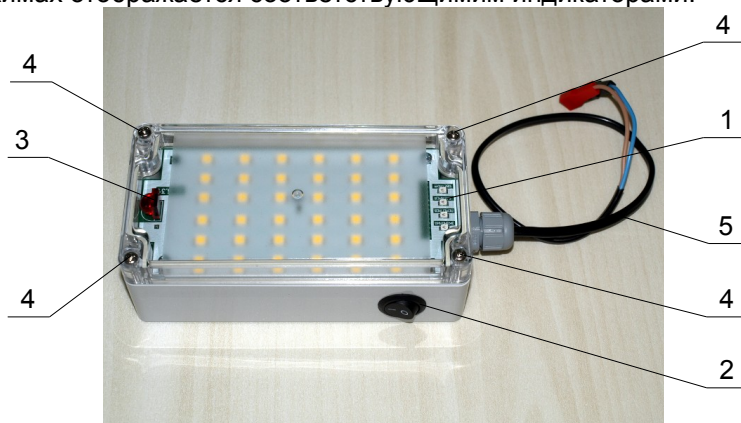

Рис.1. Внешний вид светильника ЛС-3.
1. Открутите четыре винта крепления крышки (рис.1,поз.4) и снимите её.